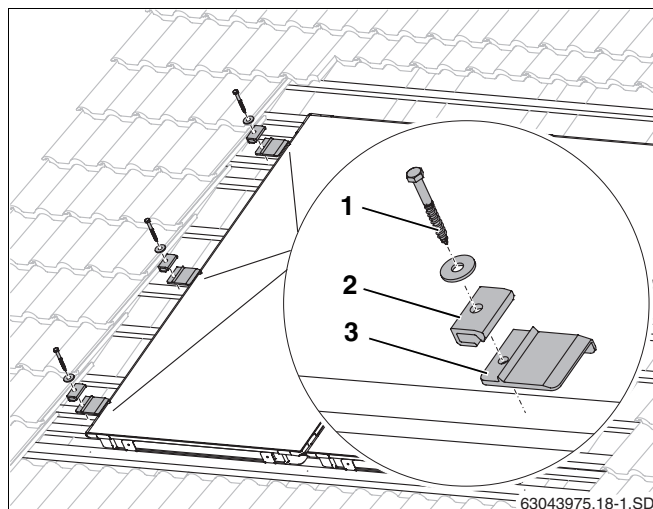

Fig. 30 Montaggio del giunto di collegamento di sinistra
- Sollevare leggermente il collettore di sinistra e spingere fin sotto il collettore le piastre di rinforzo di sinistra (fig. 30, **pos. 3**) del 2° e del 3° listello aggiuntivo, nonché quelle al centro del collettore di un listello preesistente, finché l'alzata non urta contro il bordo inferiore del collettore.
- Per permettere l'inserimento della vite (fig. 30, **pos. 1**) è necessaria una sgrossatura con una punta da trapano da 4 mm.
- Fissare i giunti di collegamento (fig. 30, **pos. 2**) con vite 6×40 (fig. 30, **pos. 1**) e rondella (utilizzare una chiave SW 10).